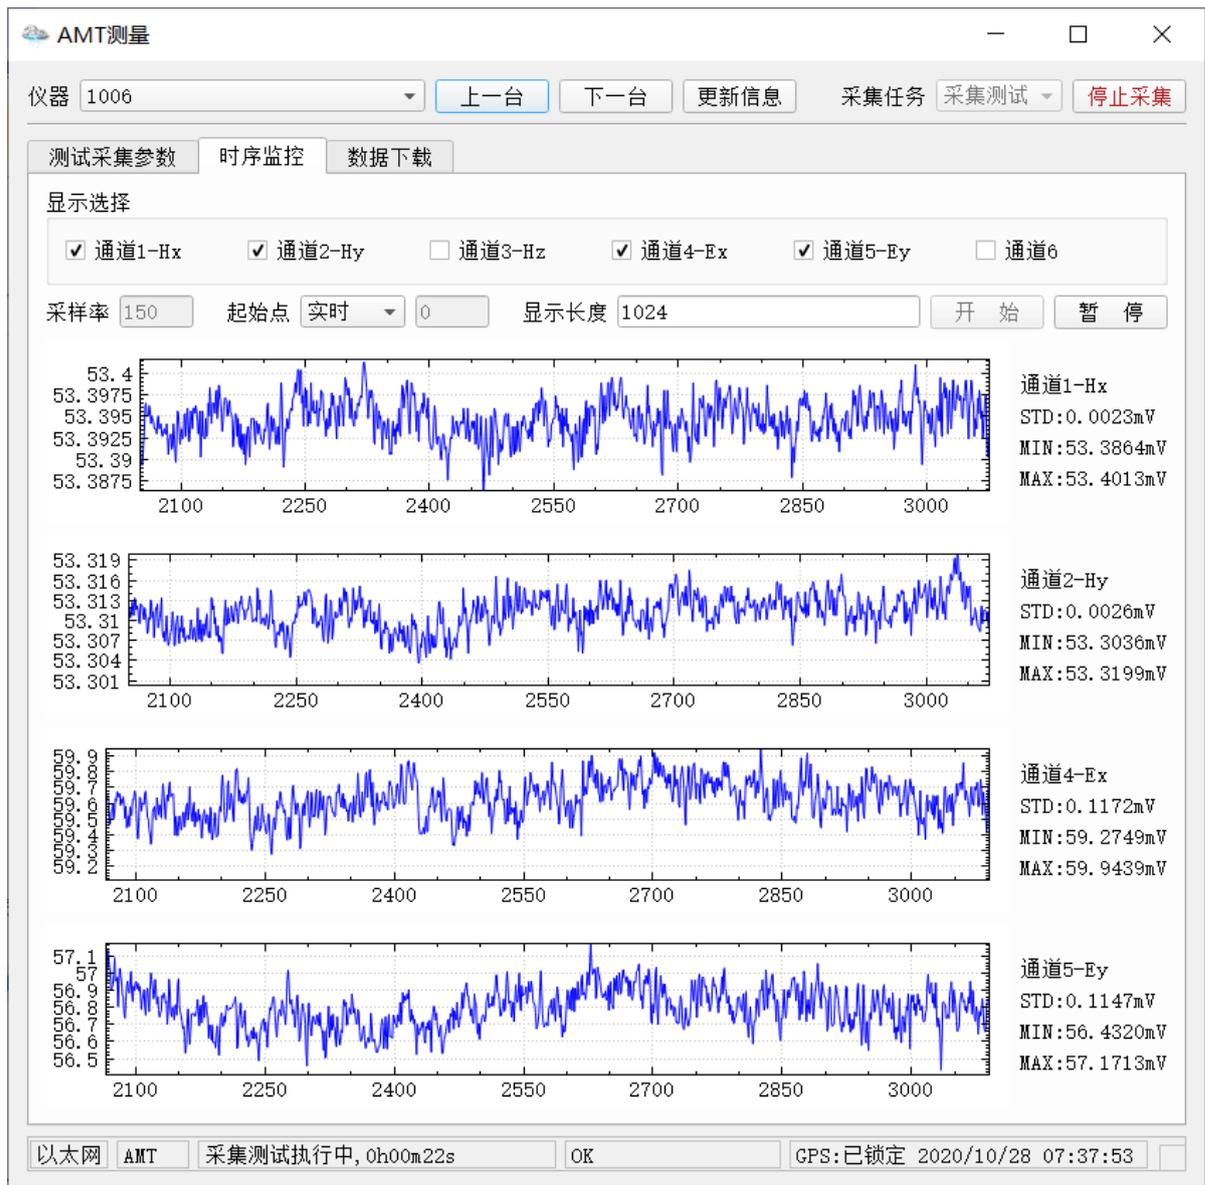

图 4-4. AMT 测量模式的时序监控页面
1. 在主页面中单击“MT 测量”或者“AMT 测量”进入对应测量模式的页面，如图 4-4 所示。